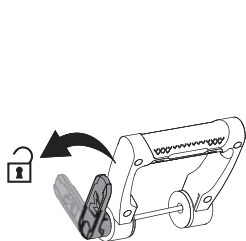

Fig.3
- > Gire el tornillo (6) para la izquierda y quítelo del mango auxiliar (7) (Fig.3).